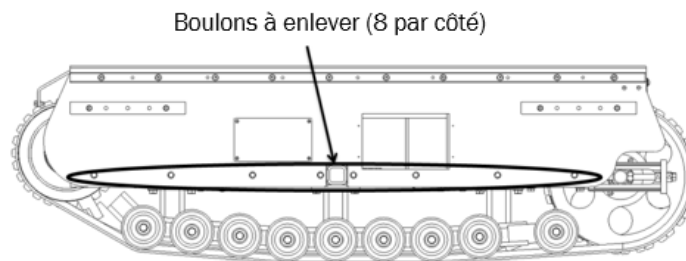

Figure 17 : Boulons de la plateforme
7. Retirez les 16 boulons (huit de chaque côté) situés au bas de la plate-forme (voir la Figure 17). Certains accessoires peuvent être installés à l'aide de ces 16 boulons, assurez-vous de les retirer correctement.